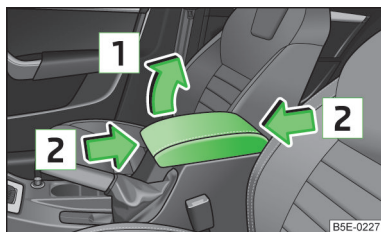

Fig. 52
- Abbassare prima il coperchio nella posizione inferiore e successivamente sollevarlo in direzione della freccia **1** » fig. 52 in una delle 4 posizioni.
- Spingere il coperchio nella direzione indicata dalla freccia **2** » fig. 52 sino a raggiungere la posizione desiderata.